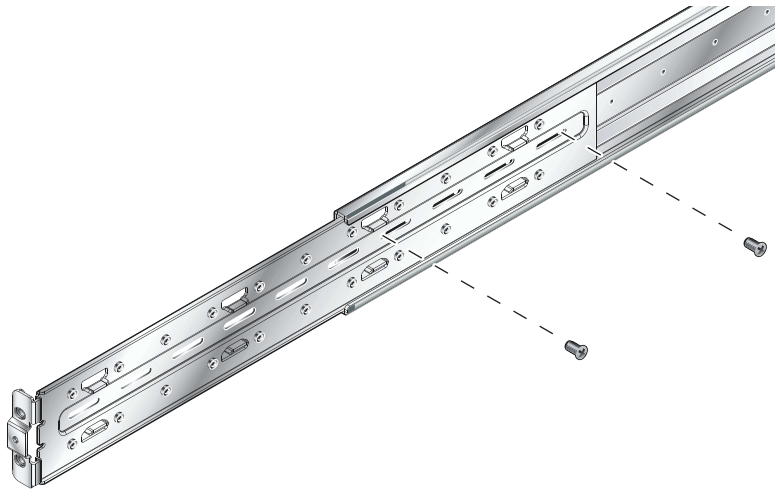

图 3-3 连接四柱托架的前半部分和后半部分（19 英寸、四柱机架）
3. 插入机架安装工具包中的 M4 螺钉，并用手将它们拧紧。这样，托架的前半部分和后半部分就连接到一起了（图 3-3）。